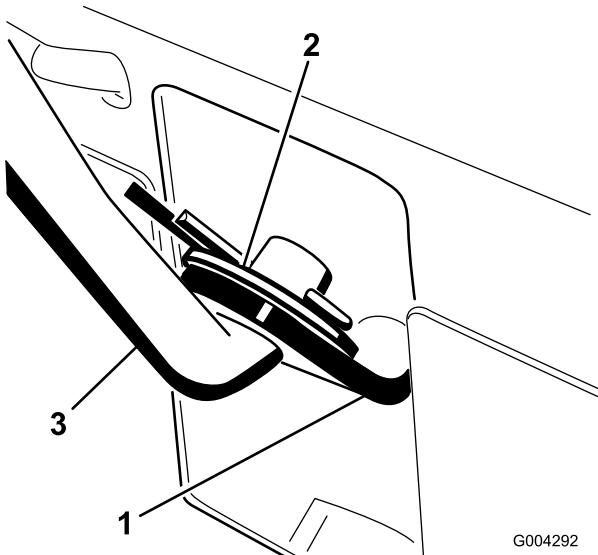

Figure 6
1. Tirez le bras de changement de vitesses (Figure 6) à fond vers l'extérieur.